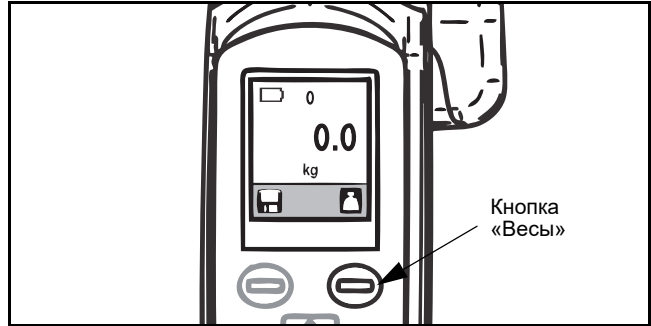

Рис. 66
- 1) Нажмите кнопку «Весы» для получения нулевых показаний на дисплее (см. Рис. 66).